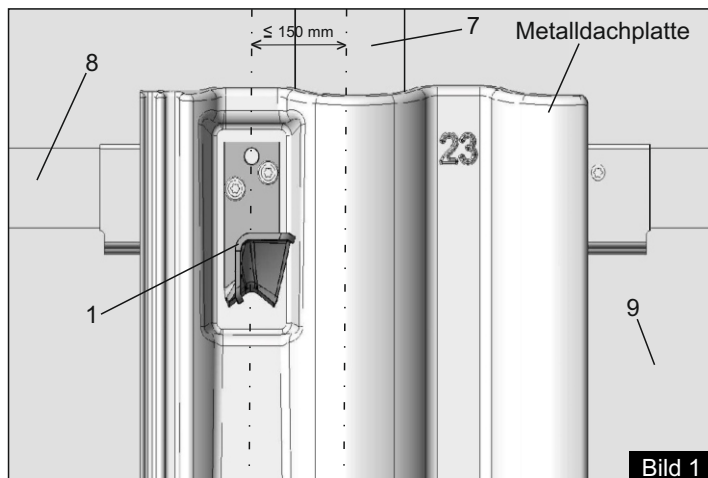
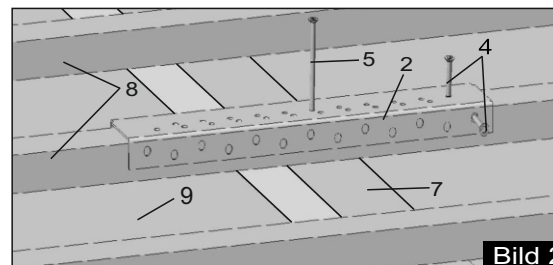

Bild 1
Bild 2
- (9) Aufsparrendämmung
- Position des Aufdachmodulhalters mit Metaldachplatte so festlegen, dass zwischen Halteelement (1) und der Konterlatte (7) ein Abstand von 150 mm nicht überschritten wird. (Bild 1)
- Verstärkungsschiene (2) mittig zur Konterlatte auf die Dachlatte auflegen.
- Verstärkungsschiene (2) horizontal verschieben bis das Langloch des Stützelements (3) mit einem Loch der Verstärkungsschiene (2) übereinstimmt. Verstärkungsschiene (2) mit einer Schraube (4) in Fallinie fixieren. (Schraube (4) alternativ auch von oben schraubbar). (Bild 2)
- Aufdachmodulhalter mit Metaldachplatte nochmals abnehmen und die Verstärkungsschiene (2) mit Schraube (5) an der Konterlatte verschrauben. (Bild 2)